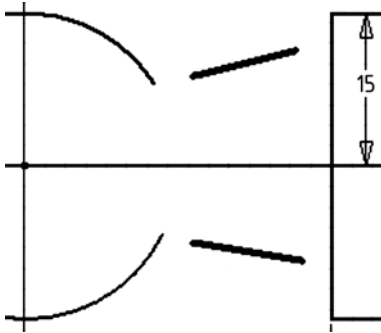

Рис. 10
- Выбираем примитив **Отрезок**, располагаем отрезки произвольно между дугой и прямоугольником, как показано на рис. 10.